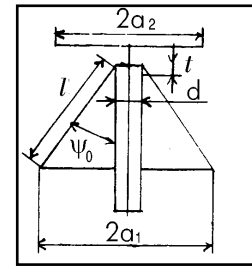

рис. 11
**Дискоконусная антенна** (рис. 11) состоит из конуса и диска. Питание подводится с помощью коаксиального кабеля. Соотношения размеров, близкие к оптимальным, таковы: